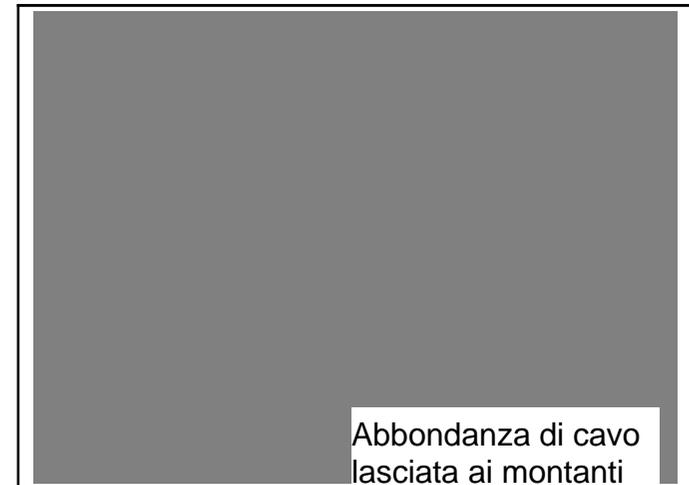
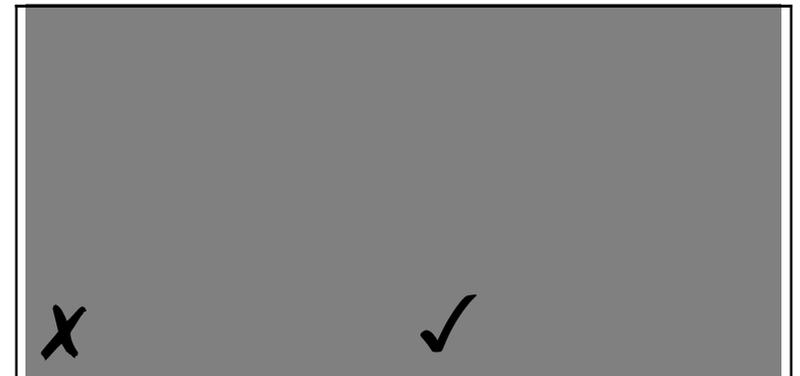

Figura 1
Figura 7
1. Generalmente il cavo sensore viene srotolato da una bobina, inserendo un paletto nel foro della bobina e svolgendo il cavo facendo ruotare la bobina. Se non si dovesse operare in questo modo, si rischierà di formare delle pieghe accidentali nel cavo, che provocheranno dei danni interni. La Figura 1 mostra questo metodo di posa del cavo sensore prima del suo montaggio sulla recinzione. Verificare che il cavo sensore non sia sottoposto a strappi o strattoni mentre viene svolto
svolto dalla bobina utilizzando un apposito “sbobinatore” come mostrato nella Figura 7 e non come mostrato nella Figura 1.
2. Inserire un pezzo di tubo o una sbarra al centro della bobina del cavo e spostarsi fino all'altra estremità della zona, svolgendo il cavo sensore dalla bobina e posandolo a terra. Si veda la Figura 1. Mentre si cammina, far ruotare la bobina.
3. Verificare che venga lasciata abbastanza abbondanza di cavo a terra per l'installazione attorno ai montanti della recinzione, come mostrato nella Figura 1 e per la configurazione dei montanti ad angolo, come mostrato nella Figura 8.